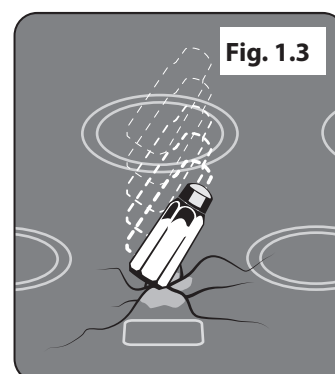

Fig. 1.3
- **NE DÉPOSEZ PAS** d'objets lourds sur la table de cuisson. Même si la surface en vitrocéramique est très résistante, un impact violent ou la chute accidentelle d'un objet sur la surface risque de la fissurer (**Fig. 1.3**).